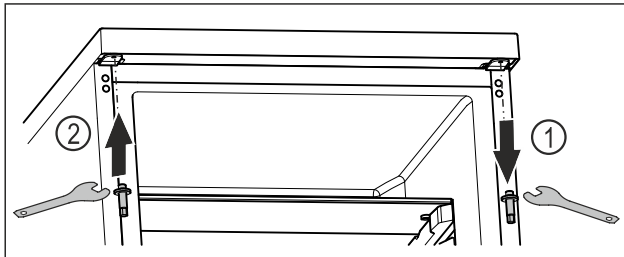

Fig. 23
- Lironi bulonat e sipërm me çelësin e jashtëm kriket. Fig. 23 (1)
- Shtërngoni fort bulonat e anës së kundërt me çelësin e jashtëm kriket. Fig. 23 (2)